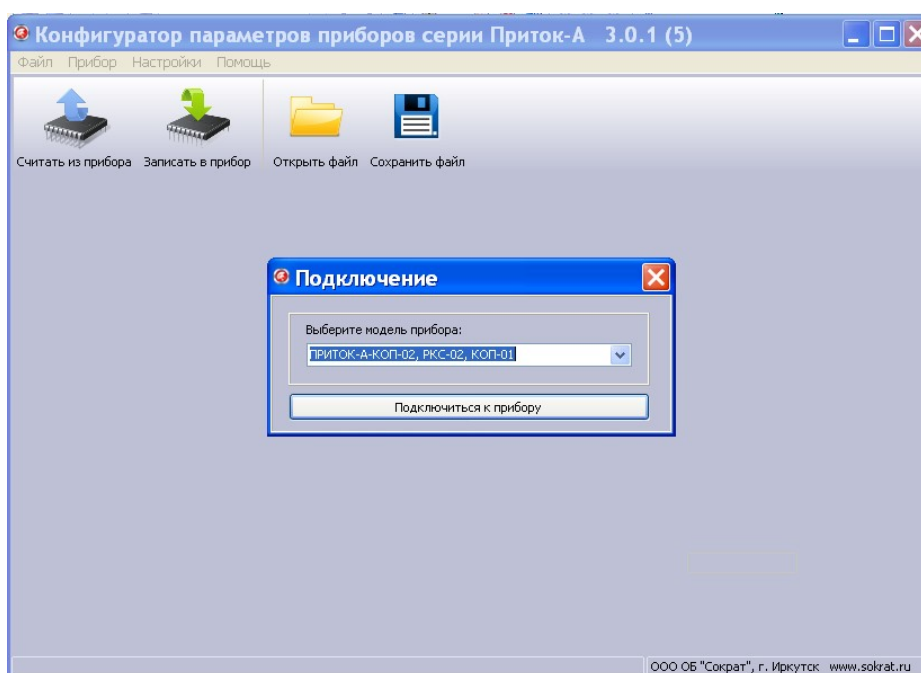

Рисунок 3
1) Подключите КОП к компьютеру с помощью стандартного кабеля miniUSB и запустите программу «Конфигуратор параметров приборов серии Приток-А». В левом верхнем углу окна программы нажмите кнопку «Считать из прибора». В появившемся окне «Подключение» выберите пункт «ПРИТОК-А-КОП-02, РКС-02, КОП-01» и нажмите кнопку «Подключиться к прибору» (см. рисунок 3). Дождитесь завершения чтения параметров от КОП.